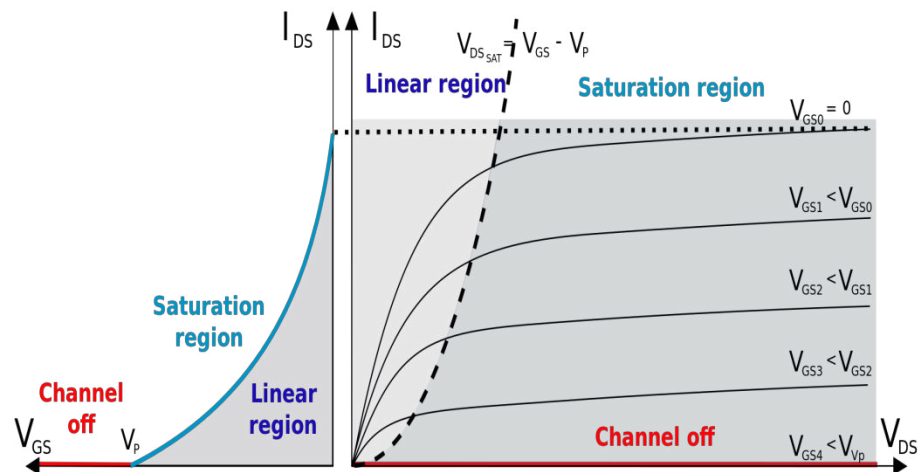

Figure IV-4. Caractéristiques de transfert et de sortie d'un TEC[13]
La figure. IV-4 définit les quatre zones de travail d'un JFET ;
- La zone de claquage (EN: breakdown region): La tension V_{DS} entre le drain et la source est suffisamment haute pour créer un claquage du canal résistif. Le courant I_D augmente alors de manière incontrôlée. Cette région n'est pas indiquée sur la figure. IV-4. Elle se situerait sur la partie droite.